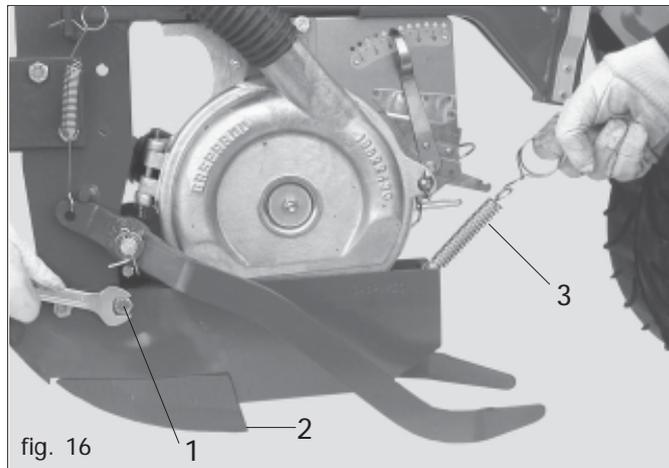

fig. 16
- 2) Se montata, togliere la vite antirimbazzo (1 Fig. 16);
- 3) Sganciare l'assolcatore (2 Fig. 16) togliendo la molla (3);